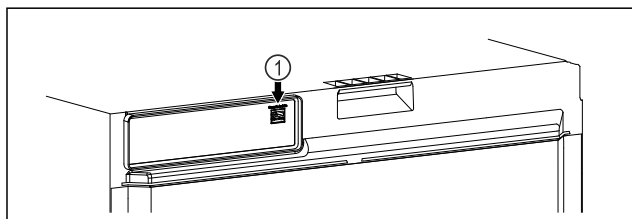

Fig. 91
- SmartModule Fig. 91 (1) è inserito.